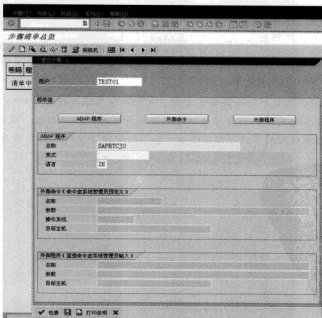

图 4-34 创建后台作业界面
STEP 2 在“作业名”栏中填写要定义的后台作业名,选择“作业类”和“目标主机”,然后回车,弹出创建后台作业界面,如图 4-34 所示。